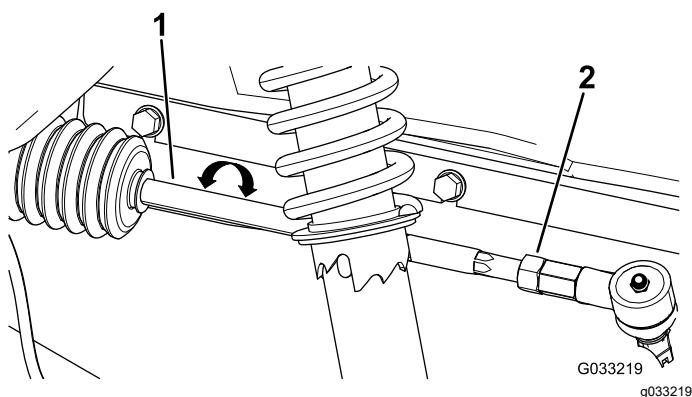

Figura 49
3. Se a medição obtida não se situar entre 0 e 6 mm, desaperte as porcas de retenção nas extremidades das barras (Figura 49).